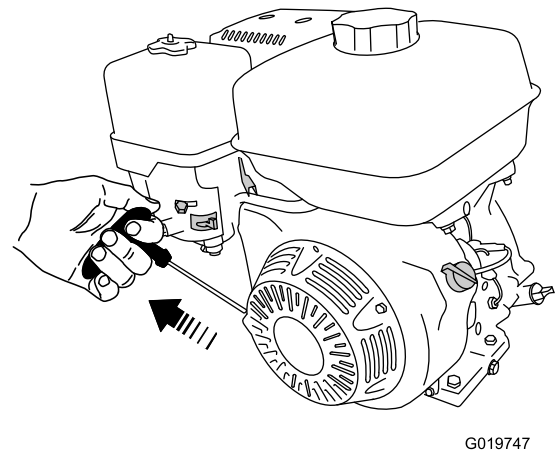

Figura 39
6. Tire del arrancador de retroceso suavemente hasta que note resistencia, luego tire con fuerza. Deje que el arrancador vuelva lentamente a su posición inicial (Figura 39).